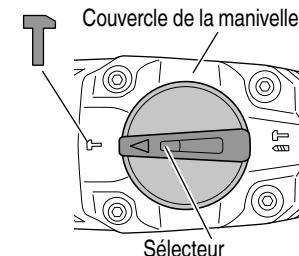

Fig. 7
(1) Commutation sur "percussion"
- (b) Alignez ▲ du levier du sélecteur et  du couvercle de la manivelle comme illustré à la Fig. 7.